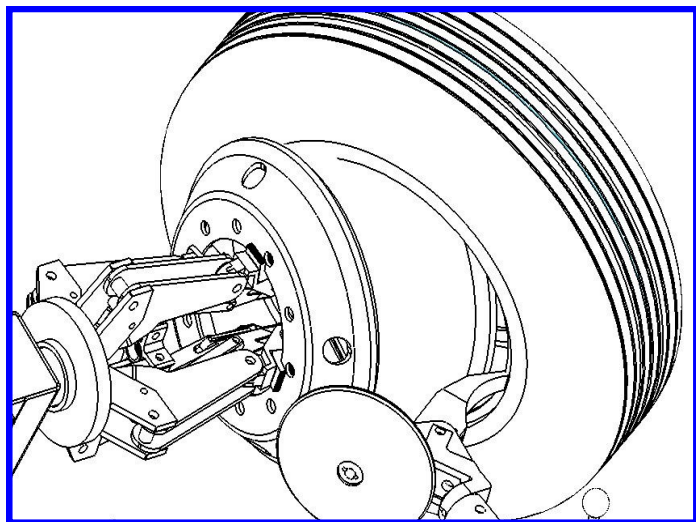

Fig. 10
- Gire a unha em 180º e insira-a entre o aro e o talão (**Fig. 10**). Mova a unha até que o talão chegue na borda do aro; isso será mais fácil com a roda em movimento.